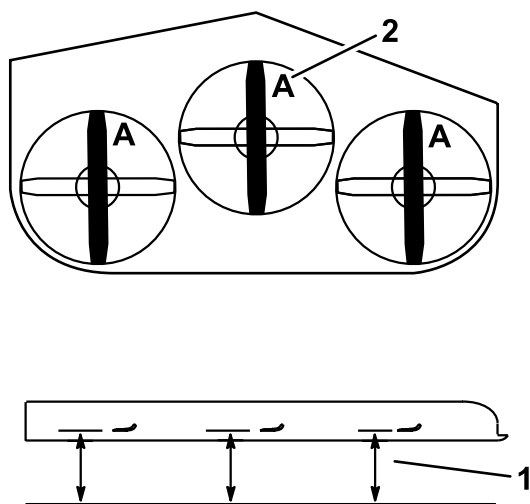

Figure 36
2. Mesurez la distance entre la surface plane et le tranchant (position **A**) des lames (Figure 36).